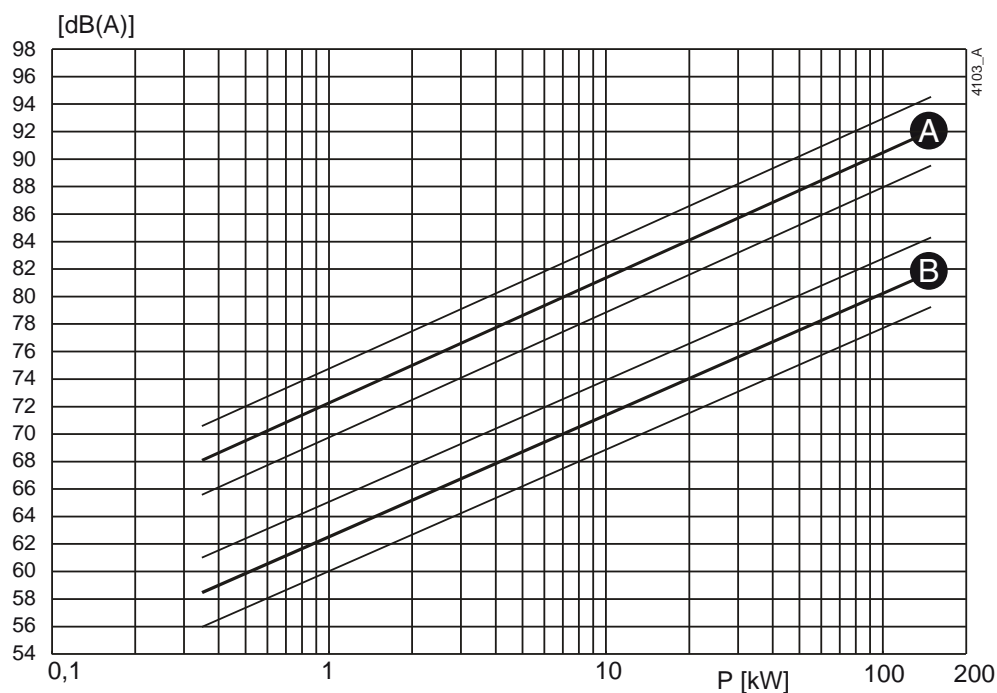
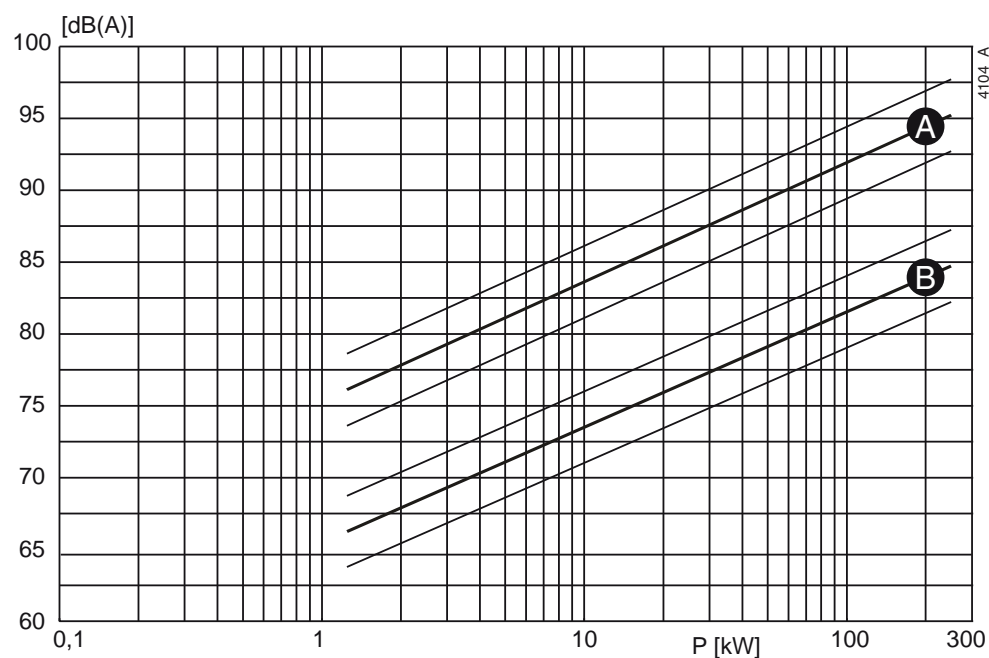

Рисунок 110. Зависимость уровня шума от мощности насоса [кВт] при 1450 об/мин.
Рисунок 111. Зависимость уровня шума от мощности насоса [кВт] при 2900 об/мин
- 1 Определите уровень шума ( $L_1$ ) насоса, см. рисунок 110 или рисунок 111.